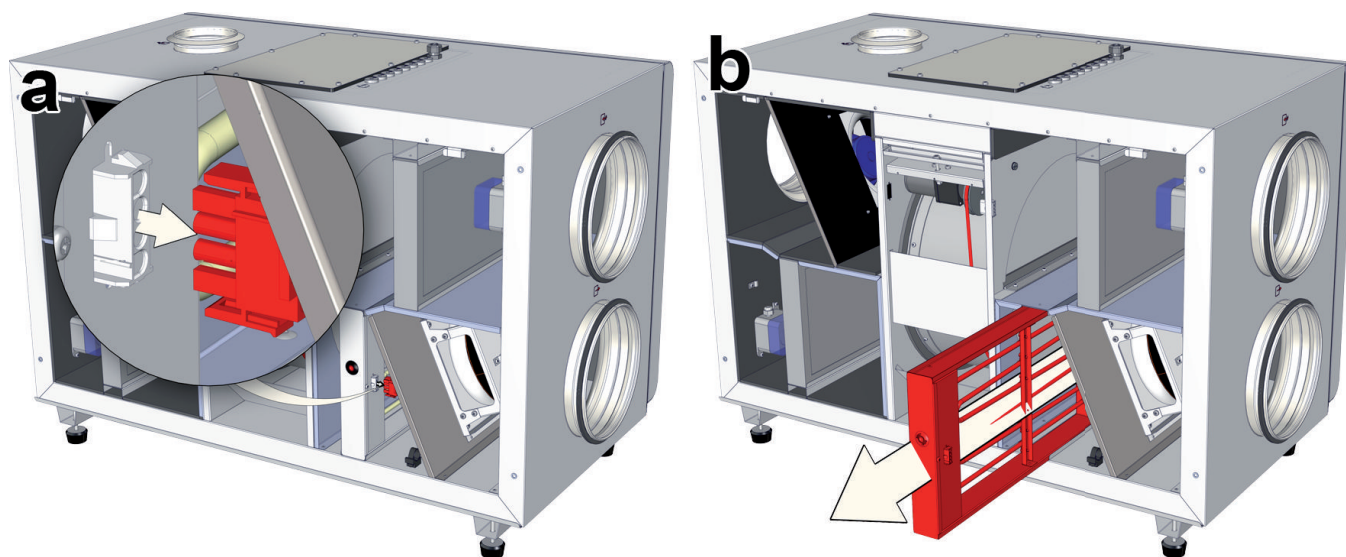
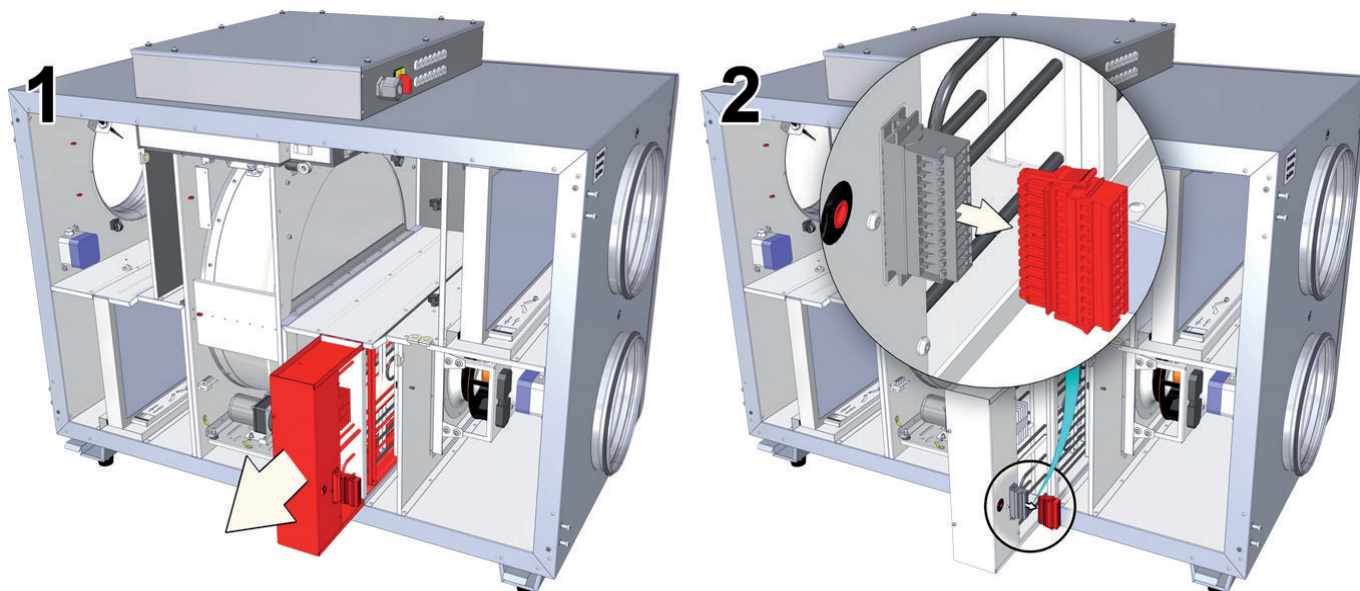

Рис. 16.1. Демонтаж электронагревателя LV-RACU 400, 700 HE-V4-ECO.
Рис. 16.2. Демонтаж электронагревателя LV-RACU 1200, 1900 HE-V4-ECO.
- при необходимости извлеките электронагреватель как показано на рРис. 16.1–Рис. 16.2 (в зависимости от типоразмера вентустановки);
Извлеките электронагреватель, как показано на рРис. 16.1–Рис. 16.2 (в зависимости от типоразмера вентустановки).